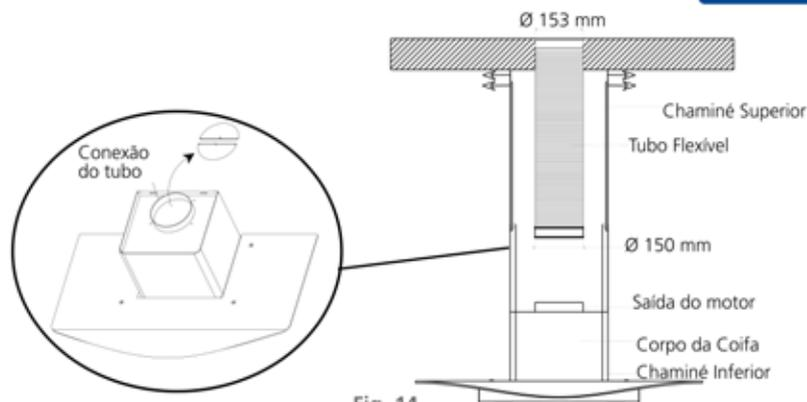

Fig. 14
- Encaixar o tubo flexível na saída do motor, pressionar até o seu perfeito encaixe (fig. 14), após colocar a abraçadeira de nylon que acompanha o produto.